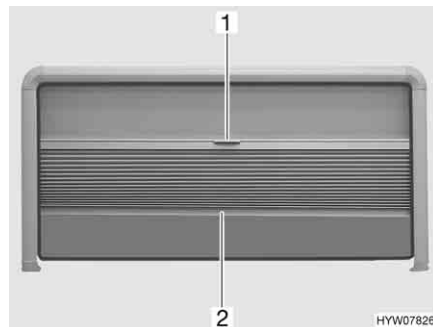

Fig. 14 Finestra apribile
- Afferrare la tendina oscurante pieghevole al centro dell'asta di chiusura (Fig. 14,2) e tirare delicatamente verso il basso.
- Tenere la parte centrale dell'asta di chiusura (Fig. 14,2) della tendina oscurante pieghevole e spingere quest'ultima verso l'alto con cautela.
- Tirare la zanzariera a rullo verso il basso utilizzando la maniglia (Fig. 14,1).
- Spingere la zanzariera a rullo completamente verso l'alto utilizzando la maniglia (Fig. 14,1).